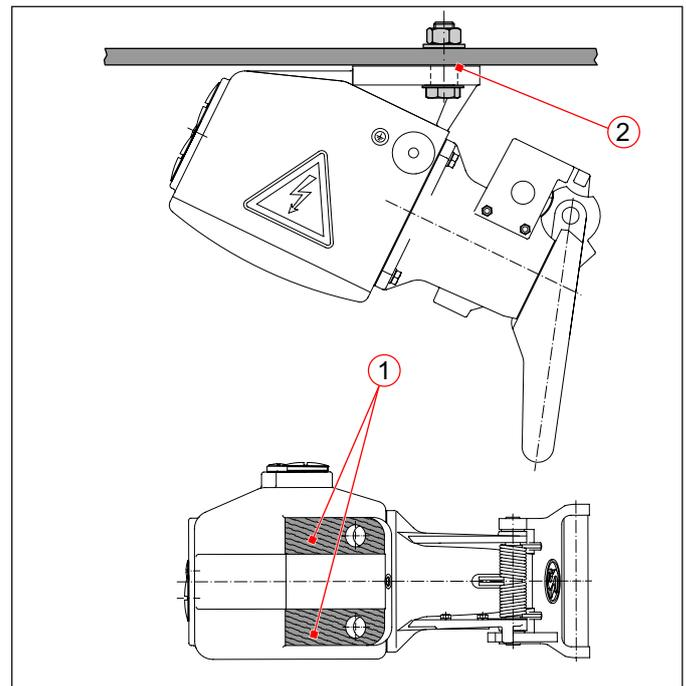

Abb. 4: Erdungsflächen an Kupplungsdose (1) und Befestigungstraverse (2)
- ▶ Stellen Sie vor der Montage sicher, dass die Erdungsflächen an Kupplungsdose und Befestigungstraverse (**Abb. 4/1 und 2**) frei von Lack und jeglichen Verunreinigungen sind.